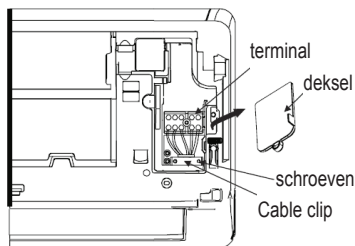

Fig. 16 -
1. Open het voorpaneel van de unit ("Fig. 16 -")